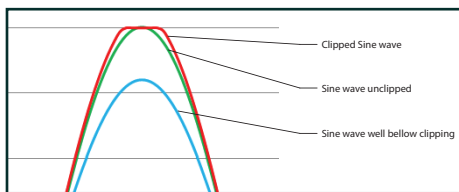

Fig 2 – Vue rapprochée d'une onde
8. Augmenter la sensibilité de l'amplificateur jusqu'à ce que la forme d'onde de champ montre une petite ligne plate sur la partie supérieure ou inférieure de la forme d'onde. Voir la figure 2 pour un exemple de ce qu'il faut chercher.